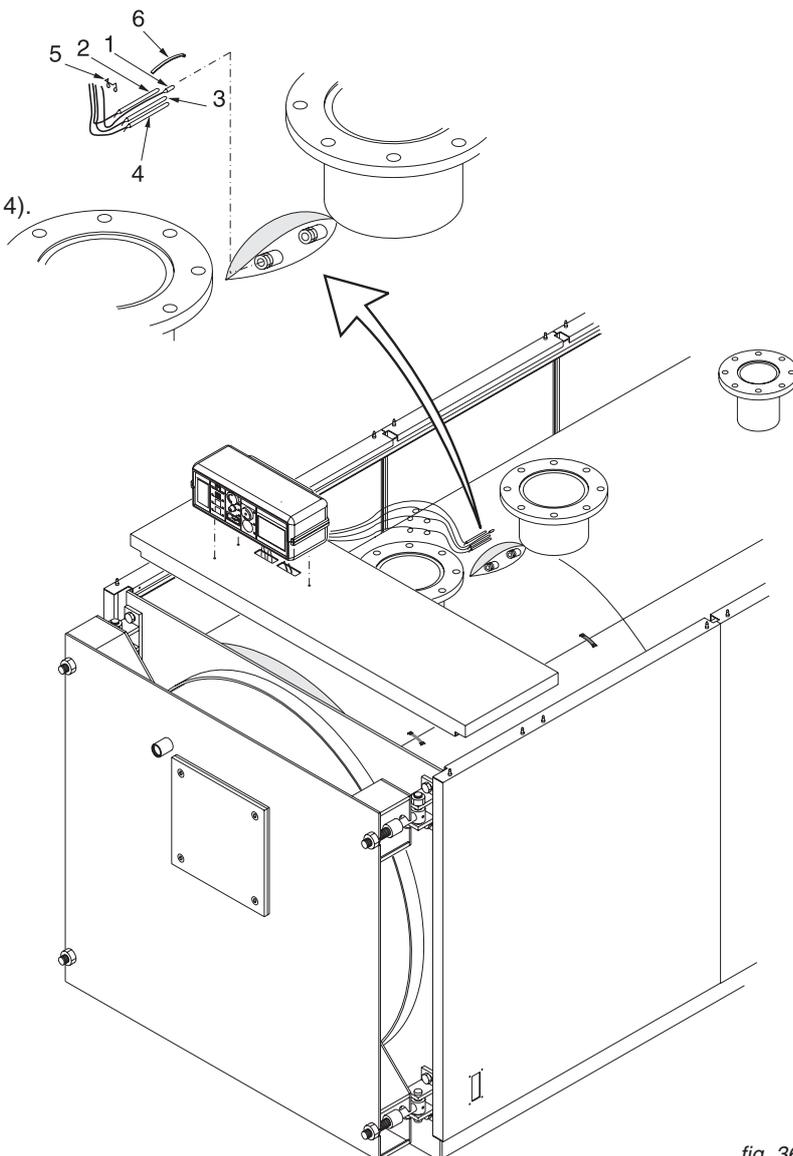

fig. 36
E) Inserire nelle guaine i bulbi degli strumenti come indicato in fig. 36 ed eseguire il collegamento elettrico del pannello comandi alla linea di alimentazione, al bruciatore ed alle eventuali pompe, etc.
Inserire nella sequenza seguente le sonde degli strumenti nel/i pozzetto/i sul lato superiore della caldaia (rif. fig. 36): del termometro (pos.1), del termostato di esercizio (pos. 2), del termostato di sicurezza (pos. 3), del termostato di minima (pos. 4). Si raccomanda di inserire le sonde fino in fondo ai relativi pozzetti per migliorarne il contatto. Inserire quindi la molla ad arco (pos. 6) e bloccare i capillari con la/e molletta/e (pos. 5).